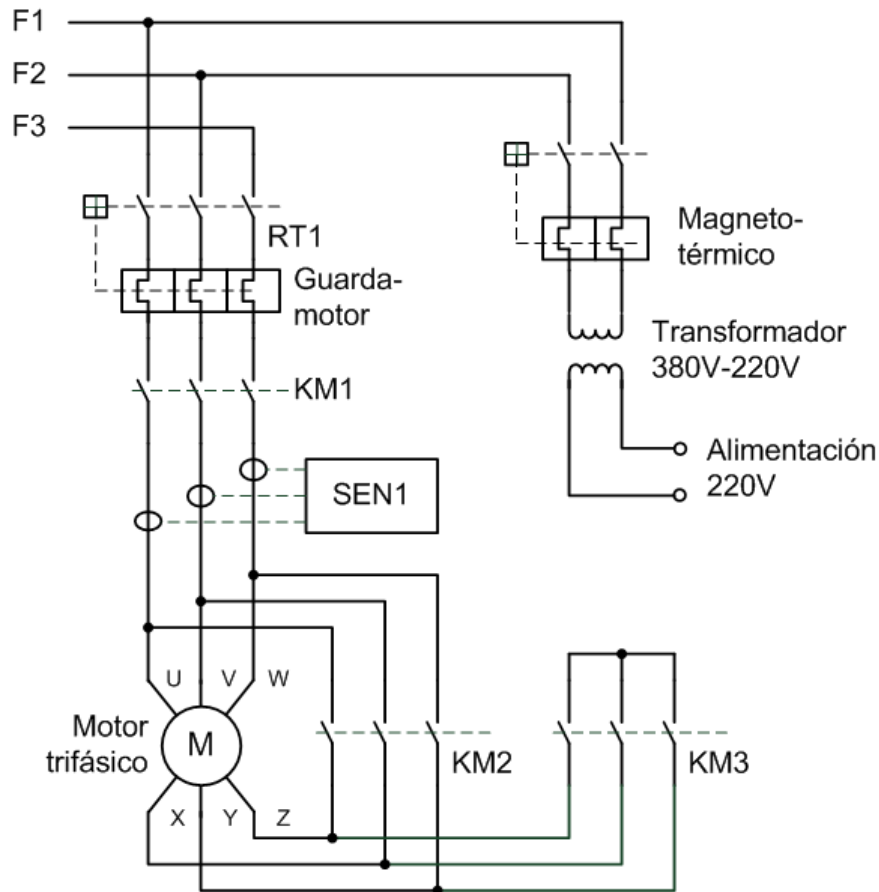
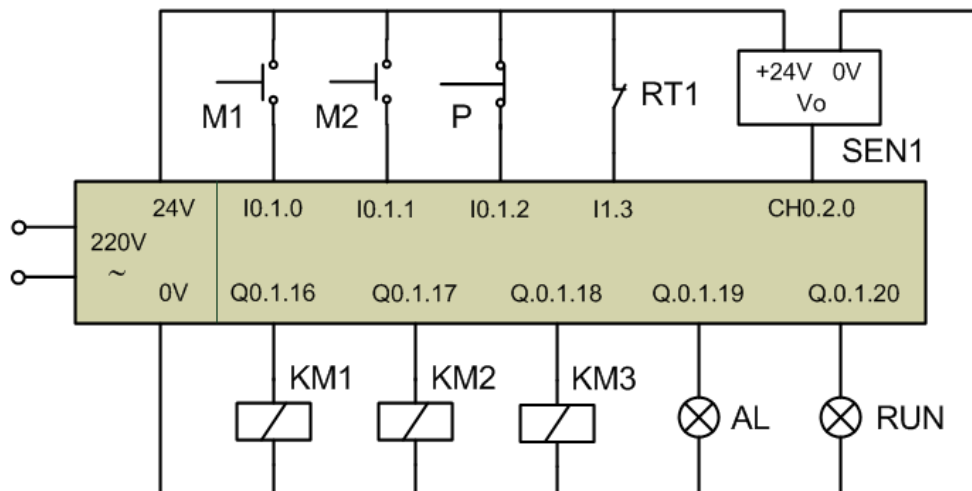

Figura 3. Esquema del circuito de potencia para un motor trifásico.
Figura 4. Esquema de mando con un PLC.
Se puede utilizar las dos configuraciones aprovechando las ventajas de cada una. Para ello, el motor debe arrancar con una configuración de estrella, y después cambiar a una de triángulo cuando alcance un régimen de funcionamiento estable. De este modo la corriente de arranque se reduce, mientras que, en régimen de funcionamiento normal, el motor puede alcanzar su máximo rendimiento. Se suele considerar que el cambio debe realizarse cuando el motor alcanza el 80% de su velocidad nominal. El cambio de configuración se realiza conmutando las conexiones de las bobinas mediante contactores, como muestra el esquema de potencia de la Figura 3.
En el esquema de la Figura 3, el contactor KM1 controla el encendido y apagado del motor, el contactor KM2 se debe cerrar para una conexión en estrella, y el contactor KM3 conecta las bobinas en triángulo. Este esquema también incluye otros elementos, como el guarda-motor RT1 que protege el motor de corrientes excesivas y cortocircuitos, el sensor SEN 1 que mide la corriente consumida por el motor, y una transformación para obtener una alimentación de 220V, a partir de la alimentación trifásica de 380V, que sirve para el circuito de mando.
Si el circuito de mando se basa en un PLC, se puede tener un esquema como el mostrado en la Figura 4. En este caso, el PLC se encarga de actuar sobre los contactores KMA, KM2 y KM3 para arrancar el motor y controlar su marcha.
potencia es el mostrado en la Figura 3, mientras que el esquema de mando, con las conexiones al PLC, se muestra en la Figura 4.
- En todo momento, la salida **s_linea** solo estará activa (1) sólo si la entrada **e_habilitado** vale 1.
- 9) Implementar una sección denominada **SensorI**, programado en texto estructurado (ST), que vigile la entrada analógica del sensor de corriente SEN1 y funcione de esta manera:
- 10) Implementar una sección de la tarea maestra que, programado en diagrama de contactos (LD), que haga uso de la función **MotorET** creada anteriormente para controlar el motor según las líneas de entrada y salida del PLC (ver Figura 4), cumpliendo que: